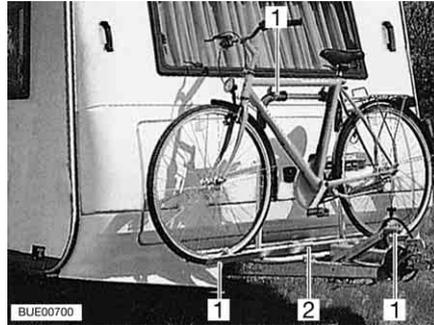

Bild 9 Fahrradträger am Bug
- Fahrräder auf den Fahrradträger (Bild 9,2) aufsetzen und mit Quick-Riemen (Bild 9,1) verzurren.